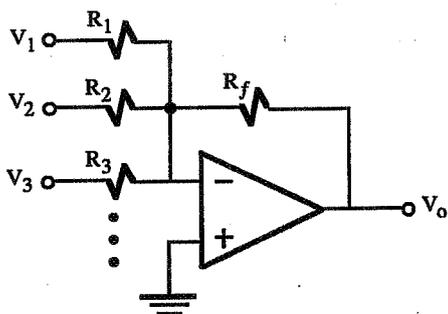

Figura 8.8. Amplificador sumador.
• **Amplificador sumador.** El circuito mostrado en la figura 8.8, como su propio nombre indica, permite sumar algebraicamente varias señales analógicas. La tensión de salida se expresa en términos de la tensión de entrada como